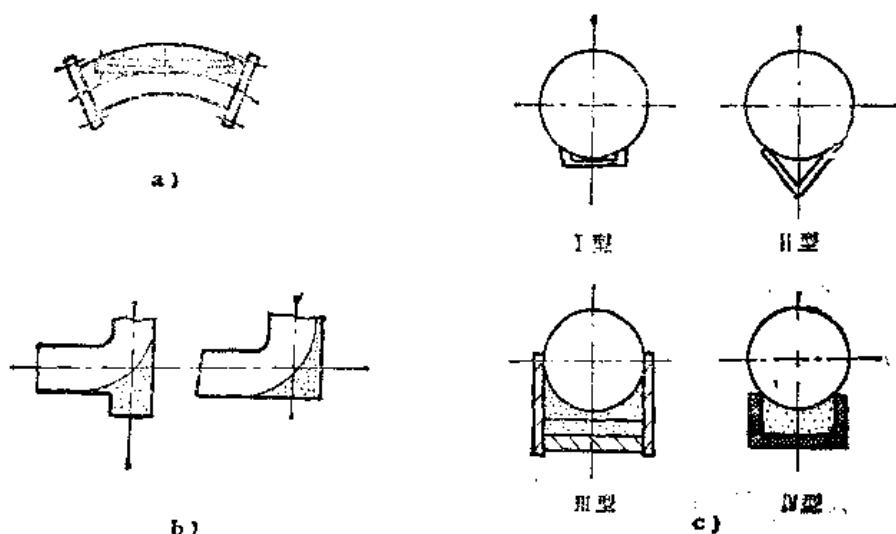

图8-10-3 弯管的结构形式
① 改变弯管材料，提高耐磨性。采用耐磨合金、橡胶、辉绿岩铸石、稀上白口铸铁、陶瓷、玻璃、混凝土等耐磨材料制造弯管，提高耐磨性。
② 改变弯管结构，提高耐磨性（图8-10-3 a）图8-10-3 a为可更换盖板的铸铁弯管，盖板磨损后，可以更换。图8-10-3 b为带有存砂床的弯管，当处于水平位置时要加肋。图8-10-3 c中之Ⅰ型，Ⅱ型是用型钢（角钢、槽钢）加固的弯管，Ⅲ型为磨损不严重的侧面加固管，Ⅳ型为箱式加固弯管，在箱中可填充树脂与碳化硅等高耐磨的混合料。